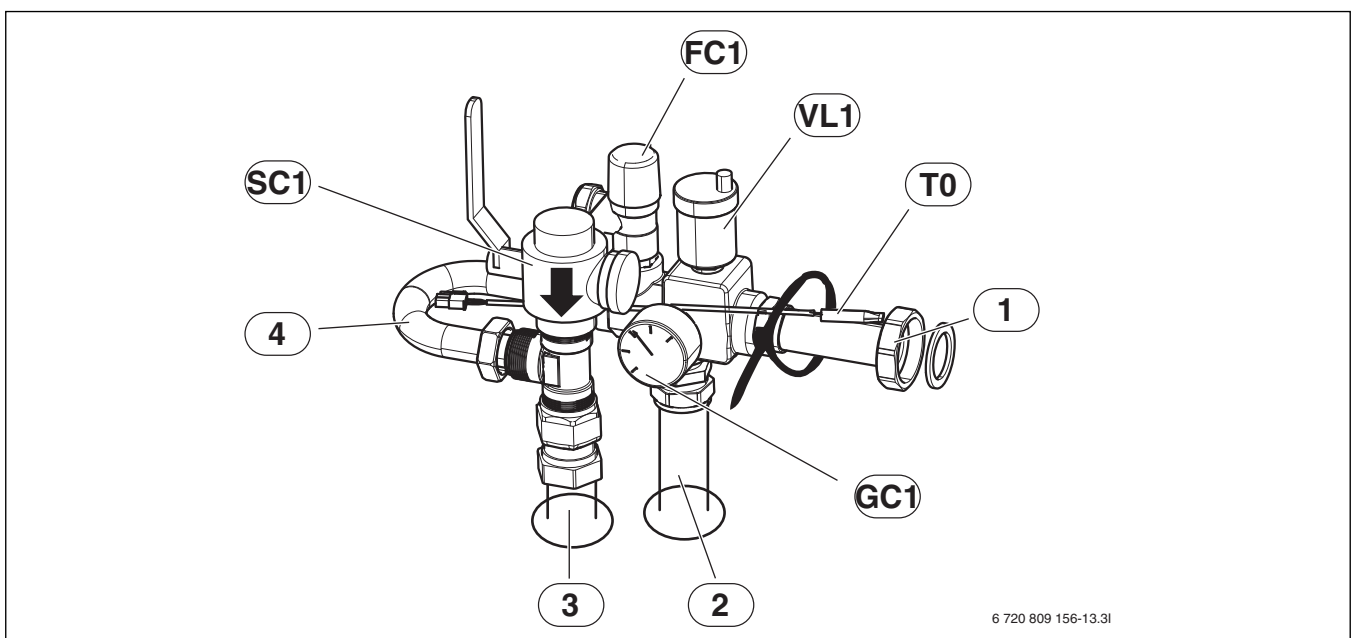

Bild 11 Montierte Sicherheitsgruppe
- ▶ Zuerst Partikelfilter ([SC1], Abb. 11) auf T-Stück montieren.
- ▶ Übrige Komponenten montieren, Verschraubungen am Bypass jedoch nicht ganz festziehen ([4], Abb. 11).
- ▶ Vorlauftemperaturfühler in Tauchhülse am Rohr einsetzen ([T0], Abb. 11) und mit Kabelbinder befestigen.
- ▶ Verschraubungen am Bypass nachziehen ([4], Abb. 11).